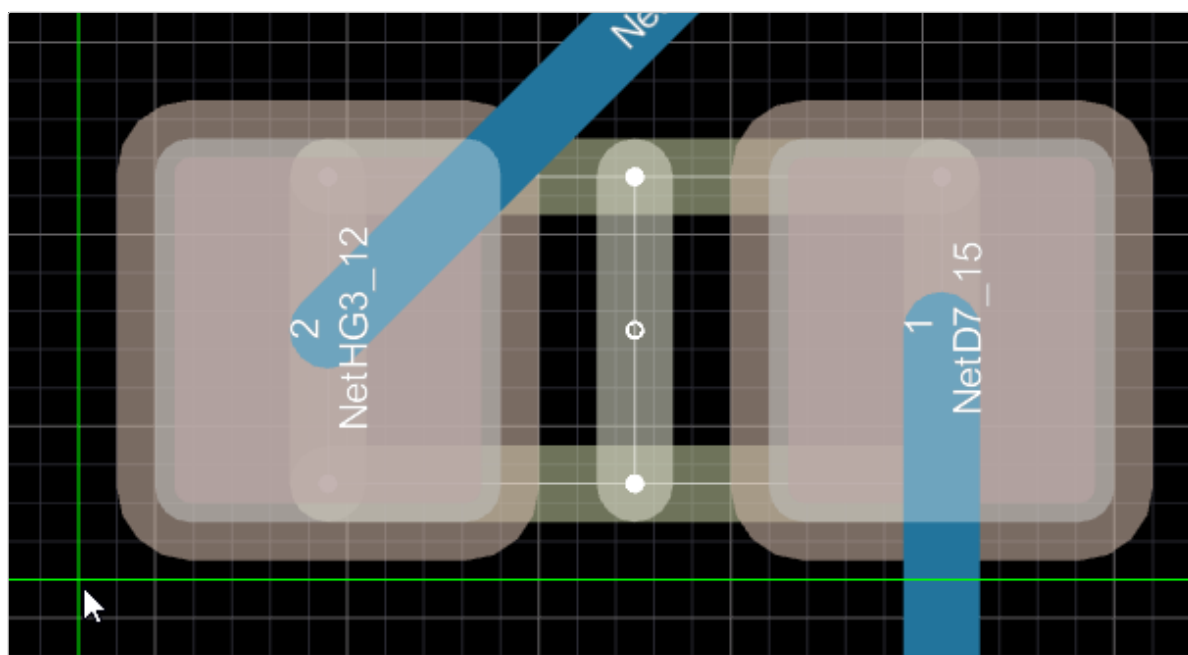

Рисунок 136. Выбор базовой точки при перемещении
- 4) Нажать сочетание клавиш **Ctrl** + **V** или вызвать команду меню *Редактирование* → *Вставить*. Скопированные объекты будут привязаны к курсору мыши относительно выбранной базовой точки (см. рисунок 136).